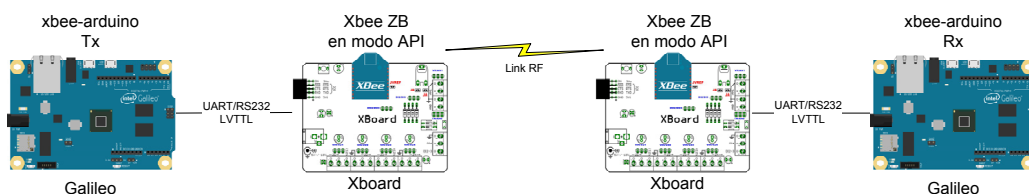

Fig. 8. Utilización de la librería xbee-arduino para transmitir y recibir datos.
10. Adaptar los ejemplos "Series2\_Tx" y "Series2\_Rx" provistos por la librería xbee-arduino y subir los programas a dos placas Galileo, respectivamente. Las Galileo estarán conectadas a módulos XBee ZB vía puerto serie. Los módulos deben ser configurados para operación en modo API con caracteres de escape (AP=2). Documentar el funcionamiento de la implementación. Usar el monitor serie provisto por el IDE de Arduino. Fig. 8.